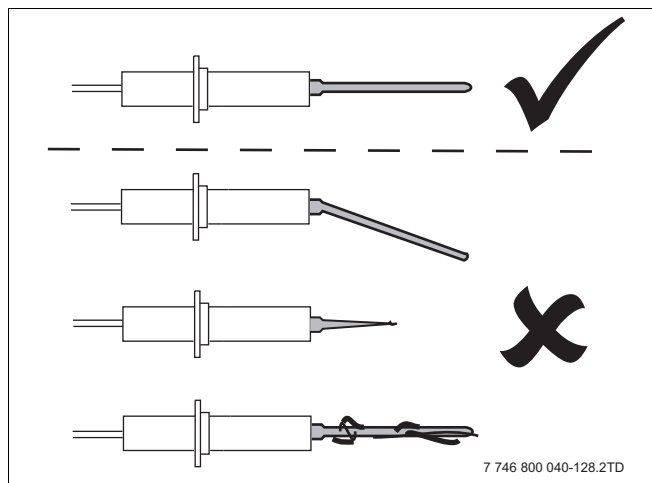
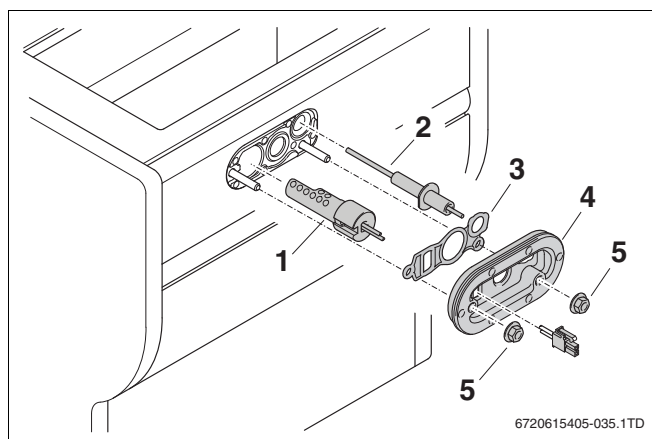

Рис. 106 Проверка ионизационного электрода
Рис. 107 Замена устройства розжига
- Проверьте наличие износа, повреждений и загрязнений (рис. 107) отдельных деталей запального электрода (рис. 106).